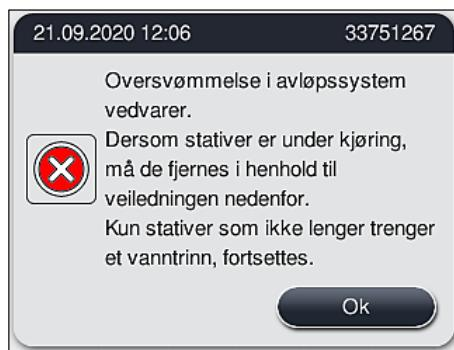

Fig. 127
3. Hvis blokkeringen ikke kan fjernes til tross for alle forsøk, deaktivertes vannstasjonene på grunn av det vedvarende kritisk høye vannnivået. Vannstasjonene vises som defekte på skjermen. For å avbryte ett eller flere programmer trykker du enten (→ "Fig. 125-2") eller (→ "Fig. 126-2") for å starte den kontrollerte avbrytningsprosessen. Programmer som ikke krever vanentrinn, fortsetter til slutten av fargeprosessen. Alle gjenværende stativer som fremdeles krever minst ett vanentrinn, må avbrytes og fjernes fra instrumentet. Bekreft følgende melding (→ "Fig. 127") ved å trykke på OK.